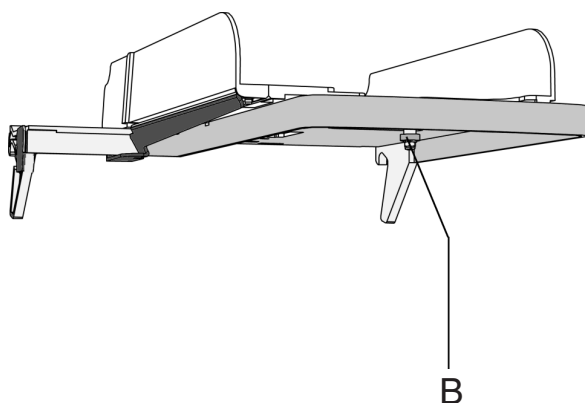

Abb. 16
- Knopf B um eine halbe Drehung lösen (Abb. 16).